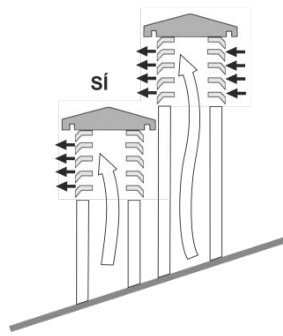

Fig.6
- Siempre que utilice conductos de ventilación con salidas en paralelo, se recomienda que uno esté más alto contra el viento. (*fig. 6*)